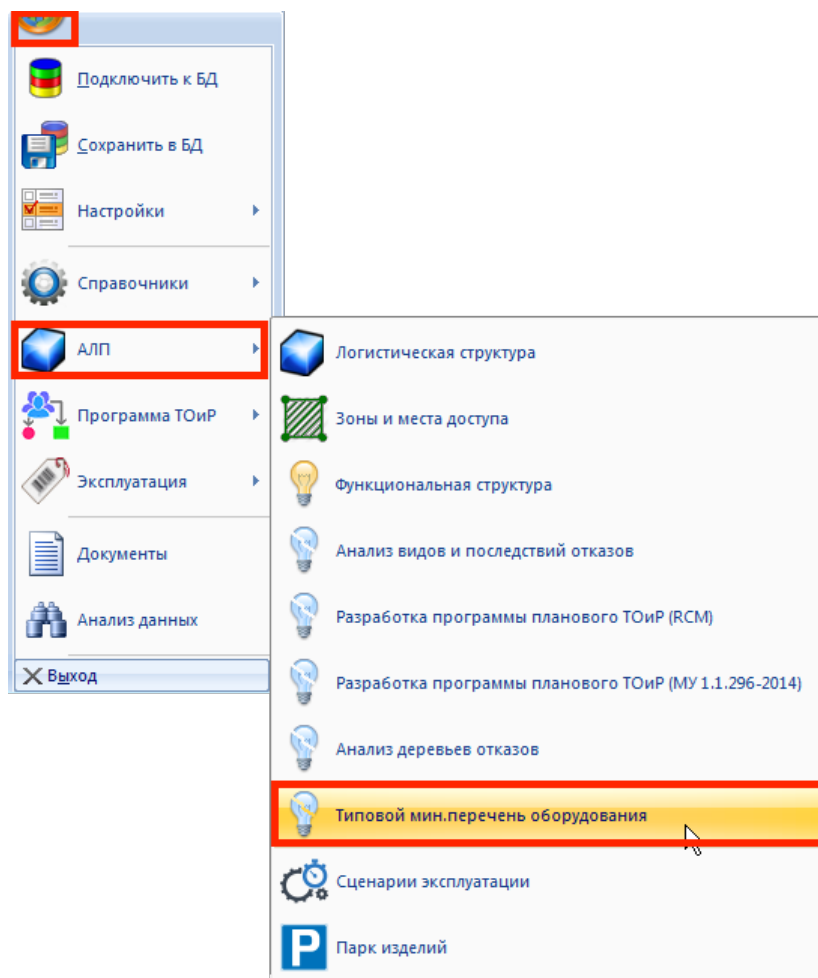

Рис. 15-1 – Открытие рабочего окна для формирования ТМПО
1) Открыть группу рабочих окон, предназначенных для подготовки ТМПО, выбрав в меню управляющей кнопки пункт «АЛП» → «Типовой мин. перечень оборудования» (рис. 15-1).